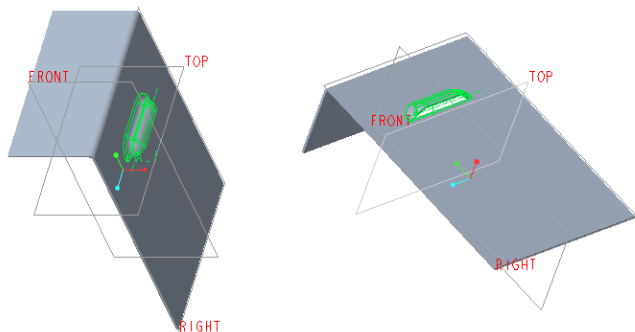

图 2-47 完成创建凹模成型特征
(8) 此时，如果在功能区的“凹模”选项卡中打开“选项”面板，则可以看到“排除压铸模模型”收集器显示有“单曲面”字样，表明该凹模模型已经带有预定义好的排除曲面了。单击 (完成) 按钮，完成效果如图 2-47 所示。